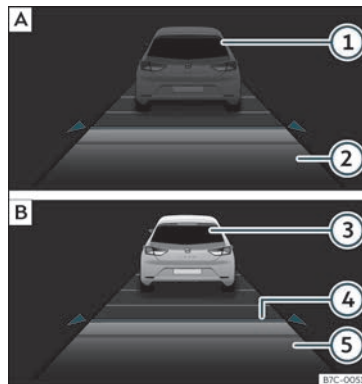

Fig. 216 Na pantalla do cadro de instrumentos: **A** ACC inactivo (Standby). **B** ACC activo.
Indicacións na pantalla >>> **fig. 216:**
dade programada e o estado do ACC >>> **fig. 216**.
actívase o ACC, prográmanse a velocidade e a distancia. A imaxe do cadro pasará a modo Activo >>> **fig. 216** B.
- Para programar a velocidade, mova a terceira palanca cara arriba (+) ou abaixo (-) ata a velocidade desexada >>> **fig. 216** ③. O axuste da velocidade realízase en intervalos de 10 km/h (6 mph).
Na pantalla do cadro de instrumentos modifícase o nivel de distancia seleccionado >>> **fig. 216** ④. Pódese escoller entre 5 niveis de distancia. CUPRA recomenda o nivel 3. A